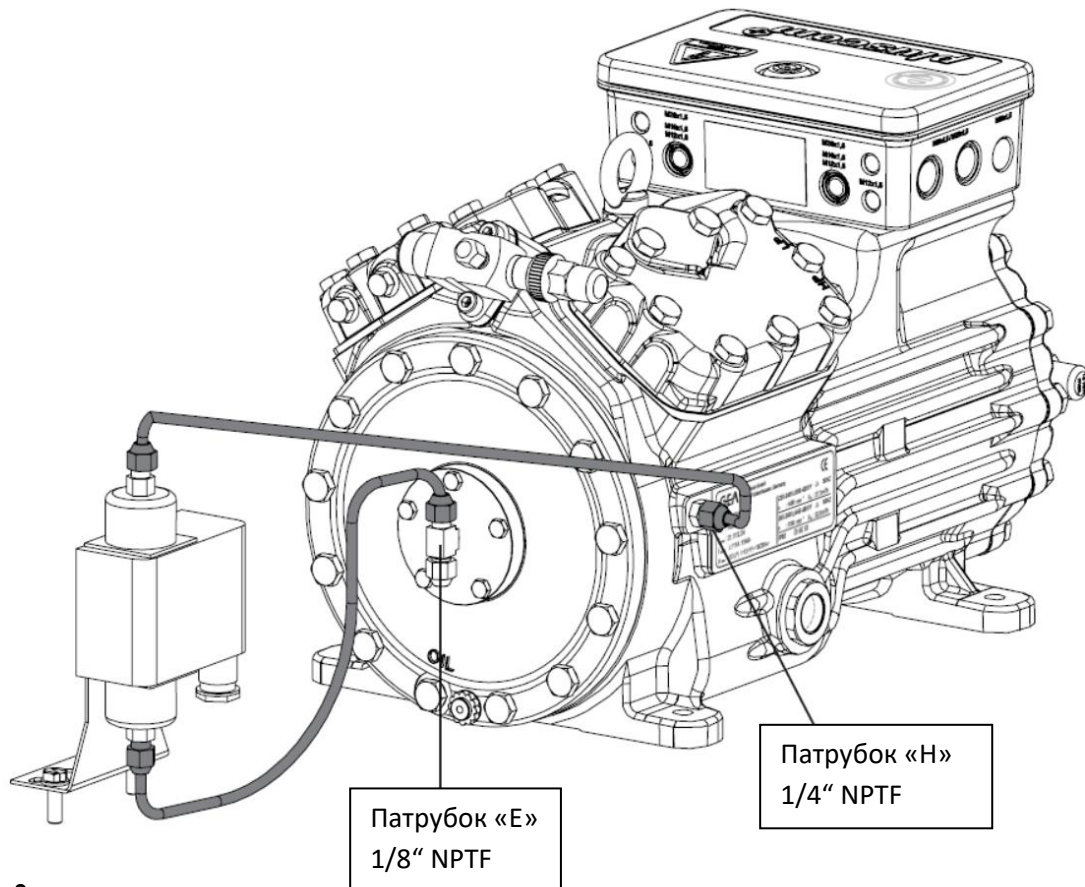

Рис. 3
- Подключите реле контроля смазки строго в соответствии с рис. 3, соблюдая приложенные к реле инструкции.